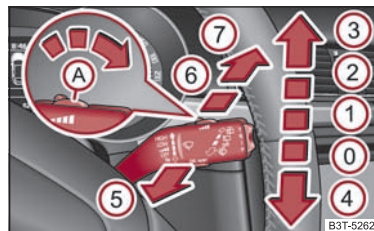

Fig. 63 Maneta de acționare a ștergătoarelor de parbriz
Maneta de acționare a ștergătoarelor ⇒ fig. 63 are următoarele poziții:
- Apăsăți maneta înspre bord, în poziția ⑥ ⇒ pagina 73, fig. 63, ștergătorul va acționa la fiecare 6 secunde.
- Când ștergătoarele funcționează încet (2) ⇒ pagina 73, fig. 63 sau rapid (3) și viteza de deplasare a autovehiculului se reduce sub 4 km/h, se va comuta automat pe o treaptă imediat inferioară de ștergere. La creșterea vitezei peste 8 km/h se va relua ștergerea existentă anterior.
Când maneta de acționare a ștergătoarelor se află în poziția (2) ⇒ pagina 73, fig. 63 sau (3), la viteze peste 5 km/h, ștergătorul de lunetă execută automat o manevră de ștergere a lunetei la fiecare 30 sau 10 secunde.
- Apăsăți de cinci ori succesiv în interval de 5 secunde, maneta de operare în poziția (6) ⇒ pagina 73, fig. 63.
Pentru spălarea farurilor, după fiecare prima și a cincea spălare a parbrizului se vor spăla și farurile; pentru aceasta farurile trebuie să fie aprinse și maneta de acționare a ștergătoarelor de parbriz trebuie să fie menținută circa 1 secundă în poziția (5) ⇒ pagina 73, fig. 63.
⇒ pagina 73, fig. 63 - brațele ștergătoarelor adoptă poziția de service.